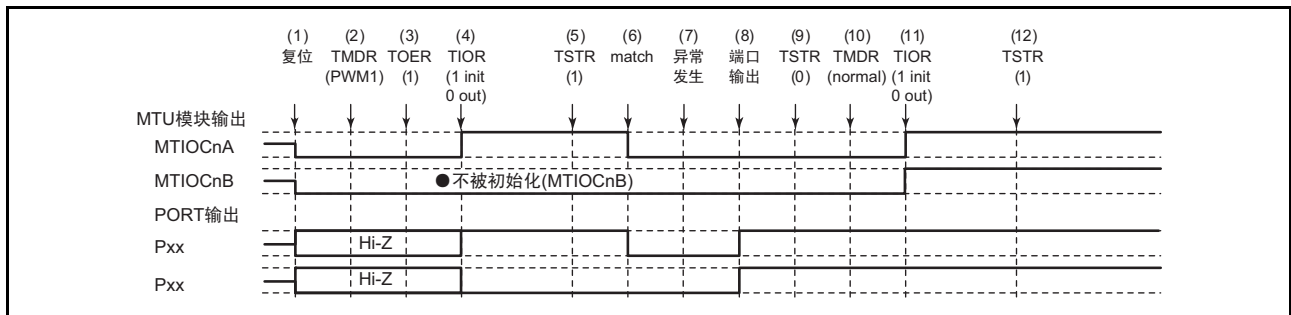

图 18.131 在 PWM 模式 1 中发生异常并且在正常模式中恢复的情况
在 PWM 模式 1 中发生异常并且重新设定后在正常模式中重新开始时的说明图如图 18.131 所示。
- (1) ~ (9) 和图 18.131 通用。
- (10) 在 PWM 模式 1 中重新开始的情况下不需要此步骤。
- (11) 必须通过 TIOR 对引脚进行初始化（在 PWM 模式 1 中不对 MTIOCnB 进行初始化）。
- (12) 通过 TSTR 重新开始。
(1) ~ (9) 和图 18.131 通用。
(10) 设定 PWM 模式 2。
(11) 必须通过 TIOR 对引脚进行初始化（在 PWM 模式 2 中不对周期寄存器的引脚进行初始化）。
(12) 通过 TSTR 重新开始。
(10) 设定相位计数模式。
(11) 必须通过 TIOR 对引脚进行初始化。
- (10) 为了对波形生成部进行初始化，必须设定正常模式。
- (11) 必须通过 TIOR 对 PWM 模式 1 的波形生成部进行初始化。
- (12) 必须通过 TIOR 禁止 PWM 模式 1 的波形生成部的运行。
- (13) 必须通过 TOER 禁止通道 3 和通道 4（或者通道 9 和通道 10）的输出。
- (14) 必须通过 TOCR 选择互补 PWM 的输出电平以及允许或者禁止周期输出。
- (15) 设定互补 PWM。
- (16) 必须通过 TOER 允许通道 3 和通道 4（或者通道 9 和通道 10）的输出。
- (17) 通过 TSTR 重新开始。